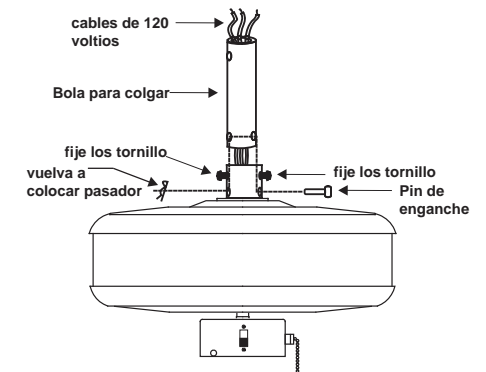

Figura 7
Paso 4. Afloje los dos tornillos del set y extraiga el pin de enganche y el pin de cierre del acoplado superior del motor (Figura 7).
Paso 5. Introduzca cuidadosamente los cables del ventilador por la varilla interior. Coloque la varilla en el acoplado hasta que se alineen los orificios del pin de enganche. A continuación, vuelva a colocar ambos pines y fije los tornillos (Figura 7).